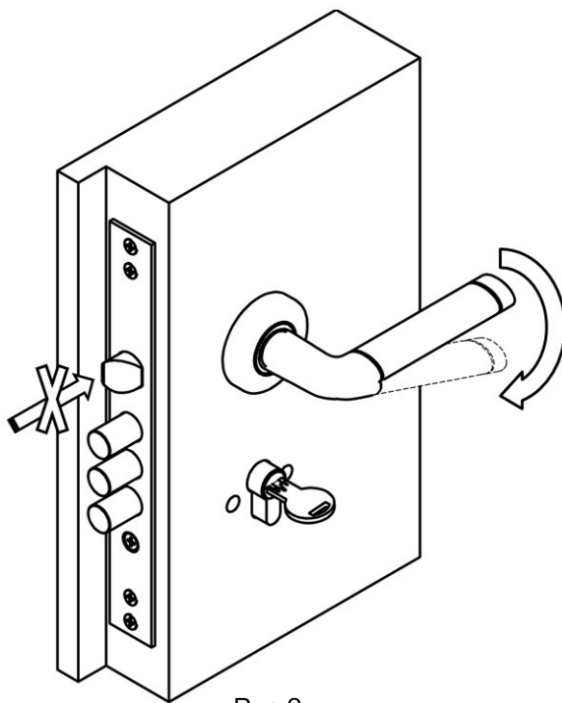

Рис.2
3.4 Защелка замка, при выдвинутом на один или на два оборота засове, перестает двигаться и остается на месте при нажатии на фалевую ручку, кроме того она зафиксирована от перемещения и становится дополнительной точкой запирания (см. рисунок 2).